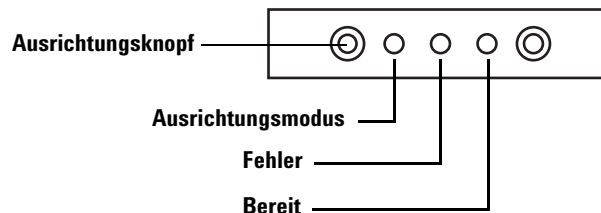

Abb. 78 Ausrichten des Probentellers
- 1 Verwenden Sie einen langen, schmalen Gegenstand (zum Beispiel die Spitze eines Stiftes), um den vertieften Ausrichtungsknopf links neben den Warnleuchten zu drücken. Vermeiden Sie es, alles hinter oder ringsherum des Knopfes in der Vertiefung zu berühren (Abbildung 78).